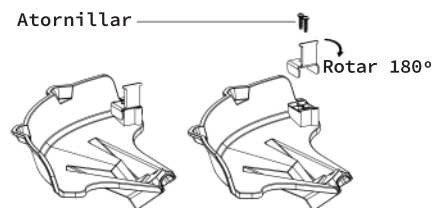
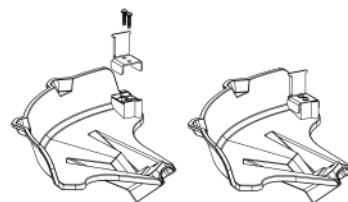

Fig. 7A
Fig. 7B
2. Quite ambos tornillos de la cuchilla de corte con una llave hexagonal. (Fig. 7A)
3. Gire la cuchilla de corte en 180°. (Fig. 7A/Fig. 7B)
4. Vuelva a montar ambos tornillos en la cuchilla. (Fig. 7B)